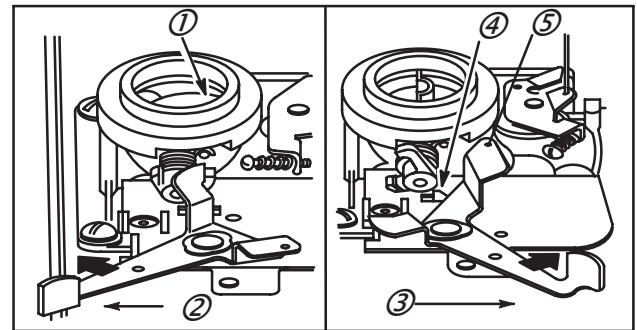

Fig. 104
- Starter fermé (1)
- Levier sur STARTER (2)
- Levier sur STOP (3)
- Contact d’arrêt (4)
- Lame (5)
- Fig. 104